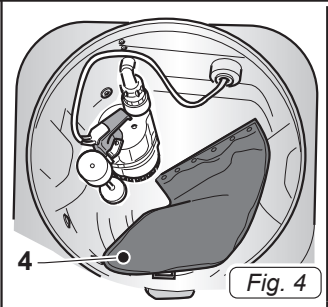

Fig. 4
- Vérifier que le filtre à tamis est présent (4 Fig. 4) dans le réservoir.
- Si le filtre à tamis (4 Fig. 4) est absent, l'installer en agissant comme suit :